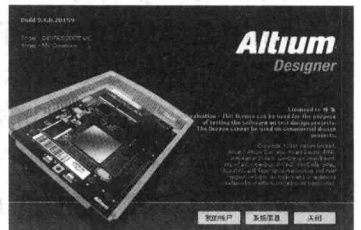

图 1-14 激活后的 Altium Designer summer 09 系统信息
5) 选择系统主菜单中的“帮助”→“关于”命令，可以查看此时的 Altium Designer Summer 09 系统信息，如图 1-14 所示。画面右侧明确显示了“Licensed to xx”，表示软件已被激活。